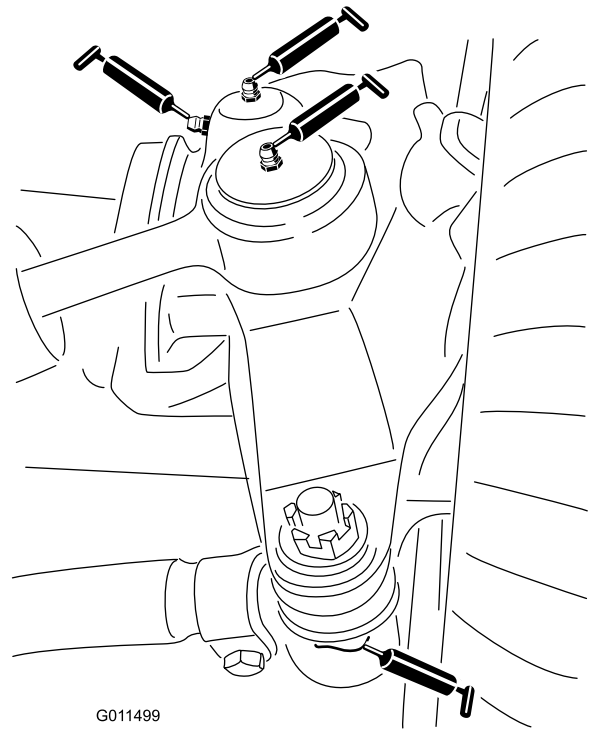

Figura 36
- Rótulas de los cilindros de dirección (2) (Figura 36)
- Rótulas de las barras de acoplamiento (2) (Figura 36)
- Casquillos de los pivotes de dirección (2) (Figura 36).